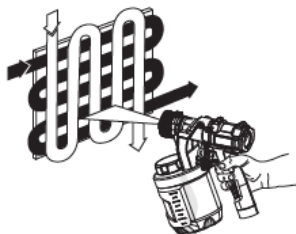

fig. 13
5. Une autre option de pulvérisation consiste à procéder par motif entrecroisé; cela se fait en vaporisant des bandes horizontales et en croisant ensuite ces bandes avec des bandes verticales (fig. 13).